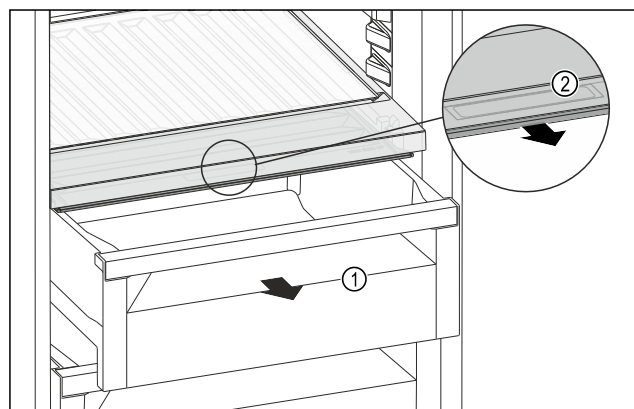

Fig. 172
- ▶ Izvucite ladicu Fig. 172 (1).
- ▶ Primite ručku Fig. 172 (2) na poklopcu pretinca i istodobno povucite poklopac pretinca prema naprijed.